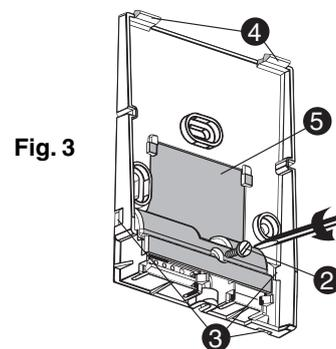

Fig. 3
Pour cela : Dévissez la vis rep. ② (Fig. 3) afin d'ôter le cache-bornier rep. ⑤.
Des cloisons défonçables rep. ③ (Fig. 3) sont prévues pour laisser passer le câble de raccordement si nécessaire.
- Placez de nouveau le cache-bornier ⑤ en l'immobilisant grâce à la vis rep. ② (Fig. 3).
- Positionnez ensuite le thermostat sur le socle en engageant d'abord les ergots rep. ④ (Fig. 3) puis rabattre le thermostat jusqu'à ce qu'il s'emboîte sur le socle.